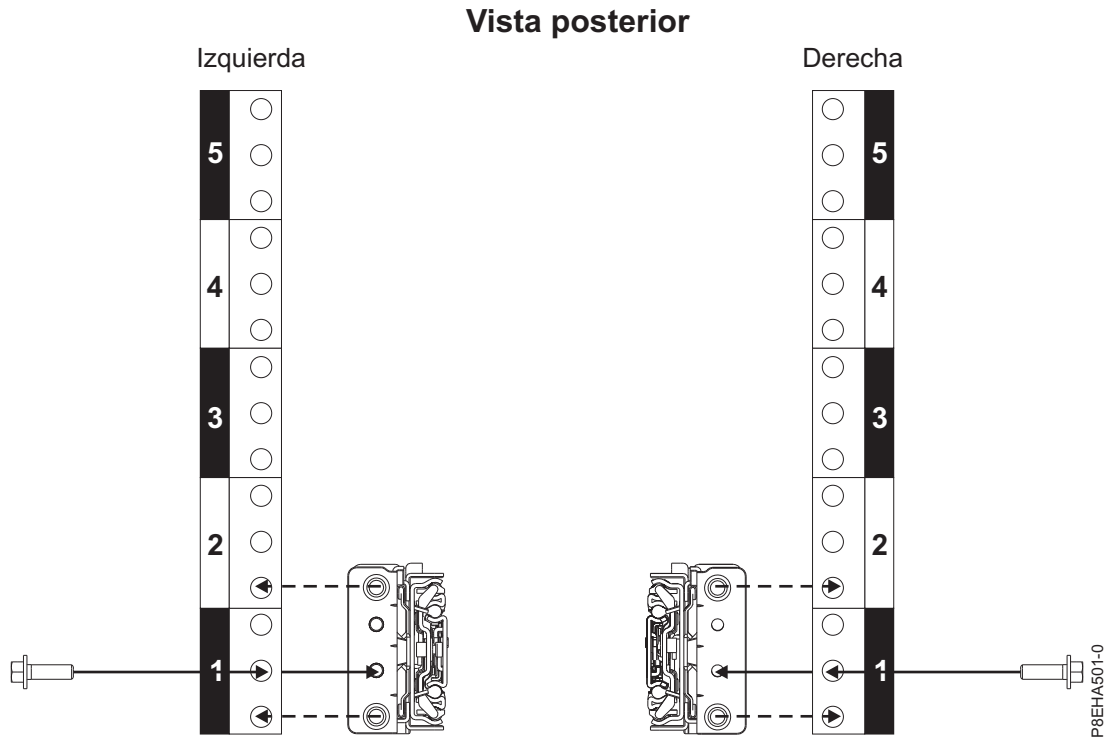

Figura 5. Fijación de los rieles deslizantes a la parte posterior del bastidor
12. Fije el riel deslizante izquierdo (B) y el riel deslizante derecho (C) con un tornillo M5x16mm (A) tal como se muestra en la Figura 5. Inserte y apriete cada tornillo en el orificio del reborde de rosca, ubicado en el agujero central de la unidad de bastidor de EIA inferior.